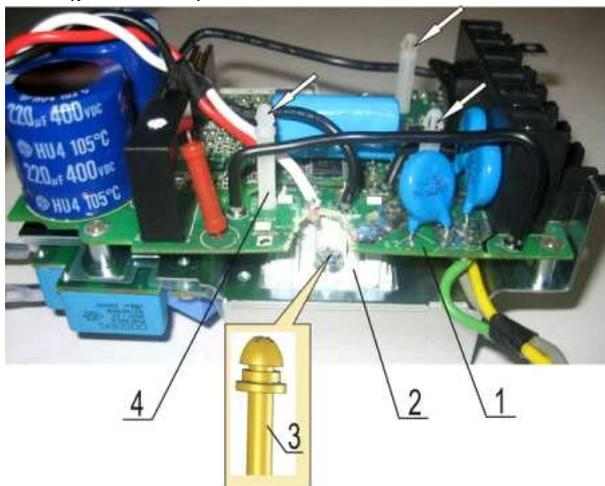

Рис. 6.12
6.7.5. Отделить кусачками два фрагмента платы 1 над винтами крепления матрицы 2 к радиатору (рис. 6.12).
6.7.6. Выкрутить два винта 3 с двух сторон матрицы 2 (рис. 6.12). Положить винты в тару.
6.7.7. Снять плату 1 (рис. 6.12).